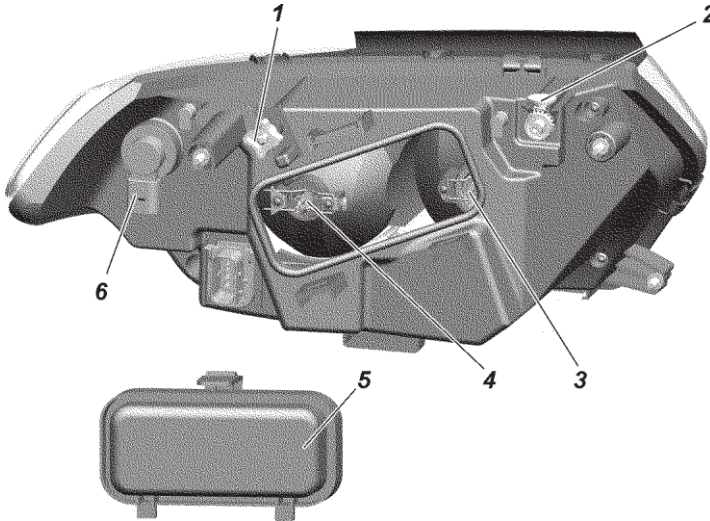

Fig. 9.33 Faro:
3. Encienda la luz de corto alcance y cierre alternativamente cada faro girando el tornillo de regulación 1 (fig. 9.33) y el engranaje de regulación 2 logre que el borde luz/sombra a la izquierda de los puntos E y E' coincida con la línea, y a la derecha, con las líneas 2 y 2' para los faros izquierdo y derecho respectivamente. Los puntos de cambio de luz/sombra deben coincidir con los puntos E y E'.
**Reemplazo de las bombillas de los faros.** Para reemplazar las bombillas de los indicadores de maniobra, quite la regleta del casquillo 6 (fig. 9.33), gire el casquillo en sentido horario (para el faro derecho) y antihorario para el faro izquierdo, retire el casquillo junto con la bombilla.